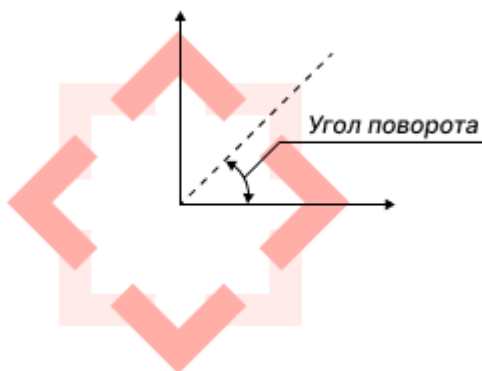

Рис. 200 Поворот апертуры
- Угол поворота – величина угла поворота горизонтальной осевой линии апертуры против часовой стрелки. Значение может быть задано в диапазоне 0 – 359° с шагом 1°, см. Рис. 200.